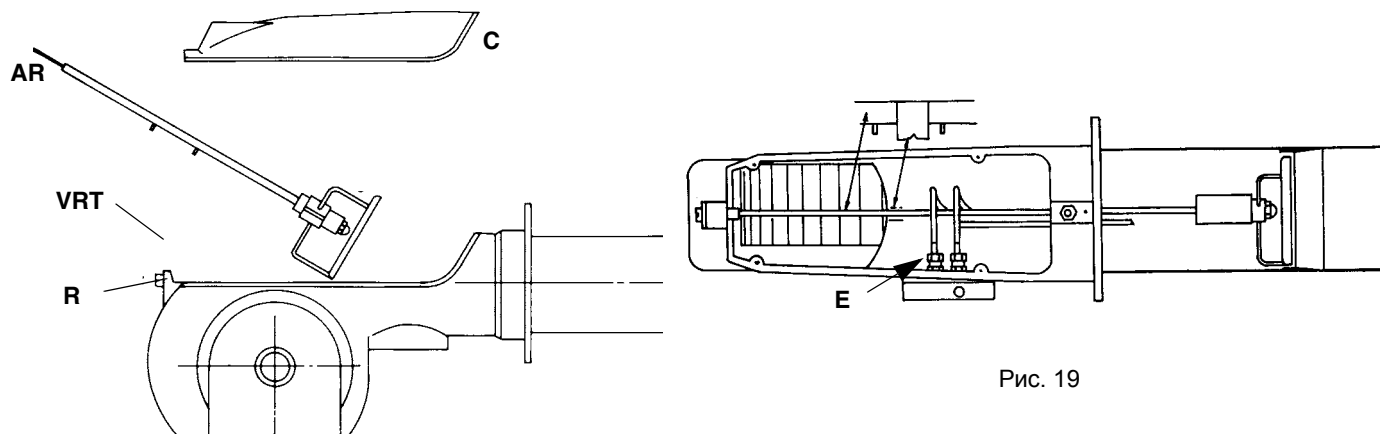

Рис. 19
- Разобрать, проверить и почистить головку сгорания (см. Рис. 19), при повторном монтаже тщательно соблюсти все размеры, указанные (см. Рис. 20).